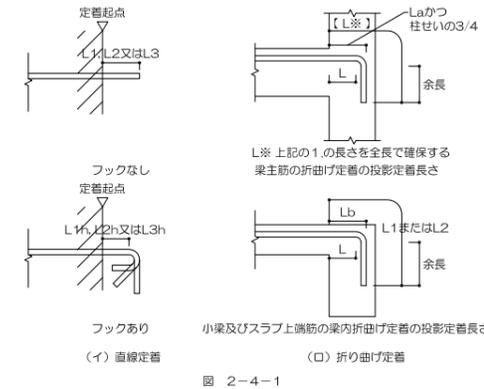

図 2-4-1
(2) L2, L2h: 割裂破壊の恐れのない箇所への直線定着の長さ及びフックありの定着長さ。
(3) L3: 小梁及びスラブの下端筋の直線定着長さ。但し、基礎耐圧スラブ及びこれを支える小梁を除く。
(4) L3h: 小梁下端筋のフックありの定着長さ。
(5) フックありの場合のL1hには図2-4-1に示すようにフック部分を含めない。また、中間部での折曲げは行わない。
(6) 軽量コンクリートの場合は、表2-4-1に5dを加えた値とする。
3. 定着の方法は、図2-4-1による。